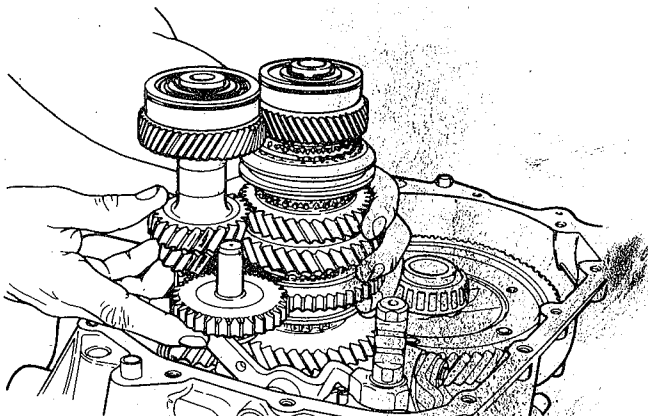

fig. 63
18. Remover simultaneamente as árvores primária e secundária, e a engrenagem da marcha à ré (fig. 63) — caixa de mudanças de 4 marchas